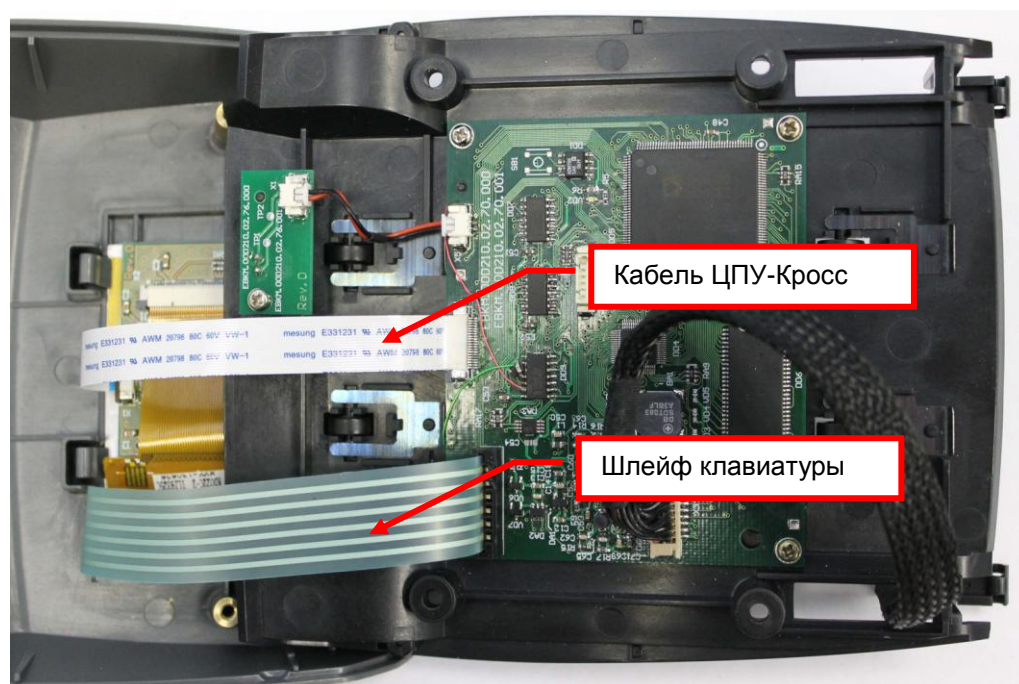

Рис. 8.11
- отсоедините кабель ЦПУ-Кросс ЕВКМ.00D210.00.72.000 от разъема Х4 на модуле ЦПУ (см. рис.8.11);
- отсоедините шлейф клавиатуры от разъема Х2 на модуле ЦПУ (см. рис.8.11).